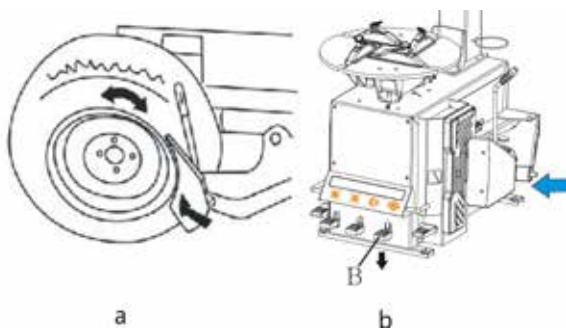

Fig.13
- Placez le pneu entre la pelle et le patin de caoutchouc de décollage et puis positionner la pelle a 1cm environs de la jante(Fig.13-a). Appuyer sur la pédale B (Fig.13-b) pour séparer le pneu de la jante.